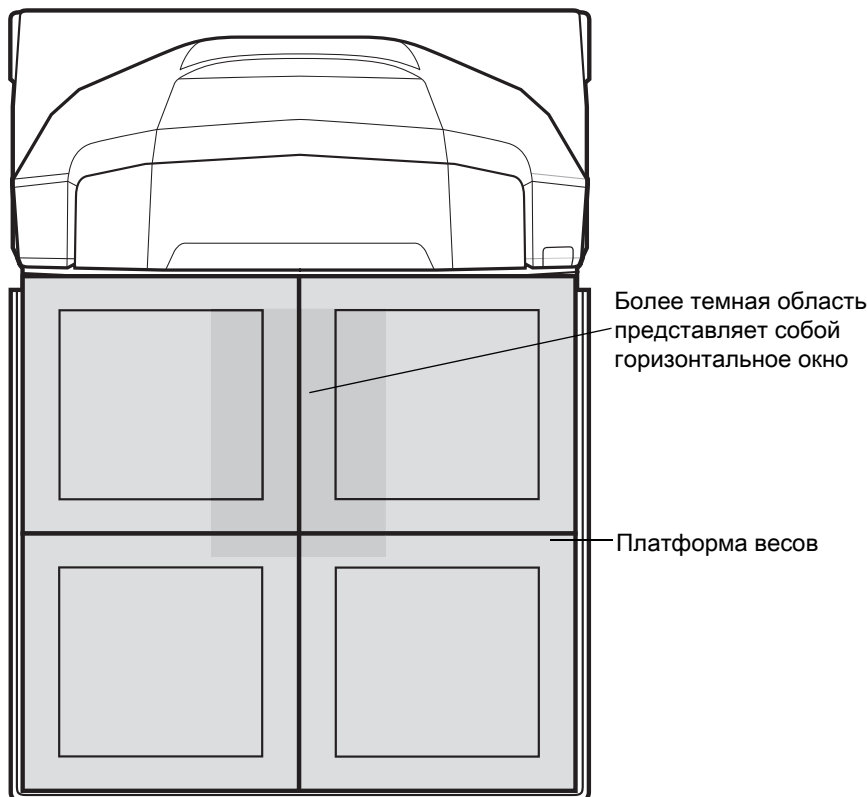

Рис. 4-5 Расположение гирек на платформе весов
Тест на перемещение (см. Рис. 4-5)
Вес, регистрируемый в каждой контрольной точке весов, как показано на Рис. 4-5, представляет среднее значение между центром и углом платформы. При необходимости используйте стеккую конфигурацию гирек (например, (2) гири по 5,00 фунтов или (2) гири по 2,500 кг) в зависимости от запрограммированных единиц измерения.